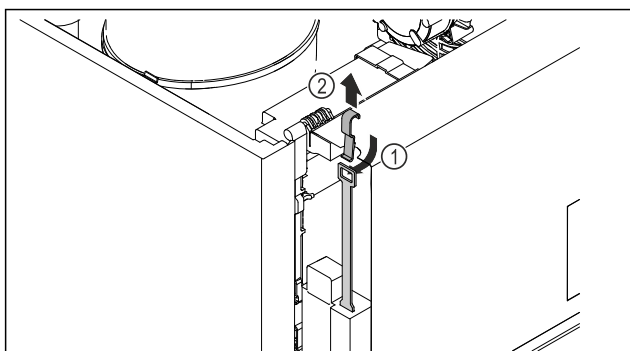

Fig. 244
- Împingeți în interior cheia de deblocare de urgență de sus Fig. 244 (1), fixați-o la încuietoare și trageți în sus Fig. 244 (2).